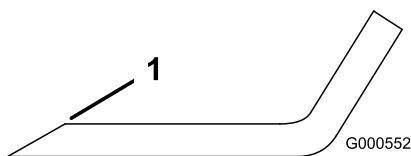
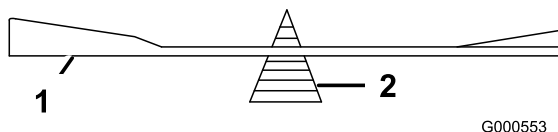

Figura 41
Figura 42
1. Affilate i taglienti da entrambe le estremità della lama con una lima (Figura 41). Rispettate l'angolazione originale. La lama conserva il proprio equilibrio soltanto se viene rimossa una quantità uguale di materiale da entrambi i taglienti.
2. Controllate l'equilibrio della lama posizionandola su un bilanciatore (Figura 42). Se la lama rimane in posizione orizzontale, è bilanciata e può essere utilizzata. Se la lama non è bilanciata, limate del metallo soltanto dalla costa (Figura 41). Ripetete la procedura finché la lama non è perfettamente bilanciata.